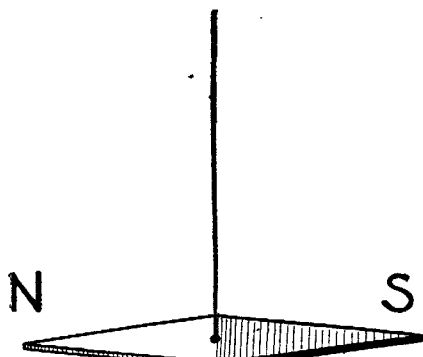
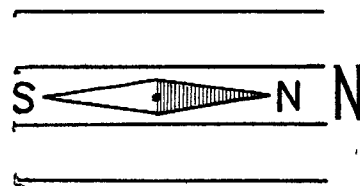

Рис. 4.
Рис. 5.
(рис. 4), то она установится по направлению силовых линий магнитного поля земли (рис. 5), причем северный полюс магнитной стрелки будет направлен к северному полюсу земли (N), а южный полюс стрелки к южному полюсу земли (отсюда и взято название «северный» и «южный» магнитные полюса).